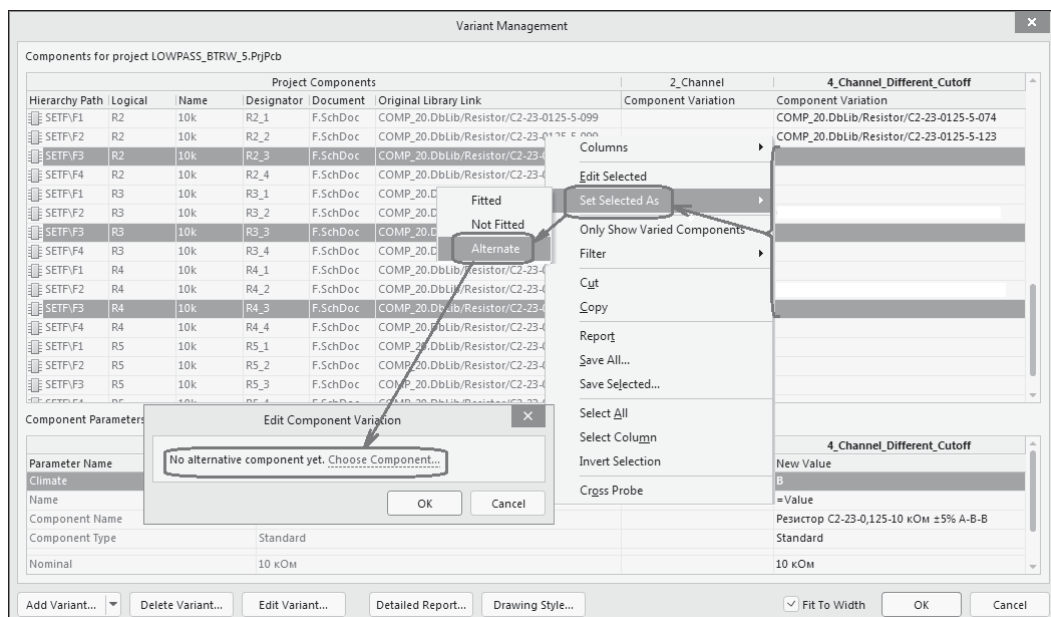

Рис. 7.34. Поиск группы альтернативных компонентов
2. Щелчком правой кнопки мыши активизировать контекстное меню и выбрать команду **Set Selected As | Alternate** (рис. 7.34).
В более сложных случаях приходится вводить новые значения таких параметров, как 16-значное имя компонента в библиотеке или базе данных, обозначение документа на поставку и т. п., или полную замену компонента, да еще и не одного компонента, а целой группы. Эта задача решается рассмотренным в предыдущих разделах поиском альтернативных компонентов и заменой сразу группы компонентов, указанных в полях диалогового окна **Variant Management** (см. рис. 7.34).